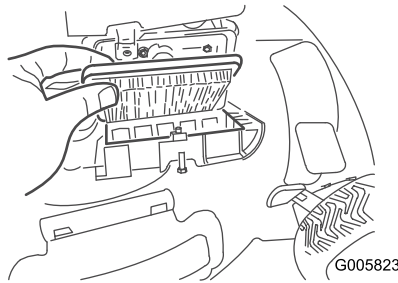

Figura 19
2. Cambie el filtro de aire (Figura 19).